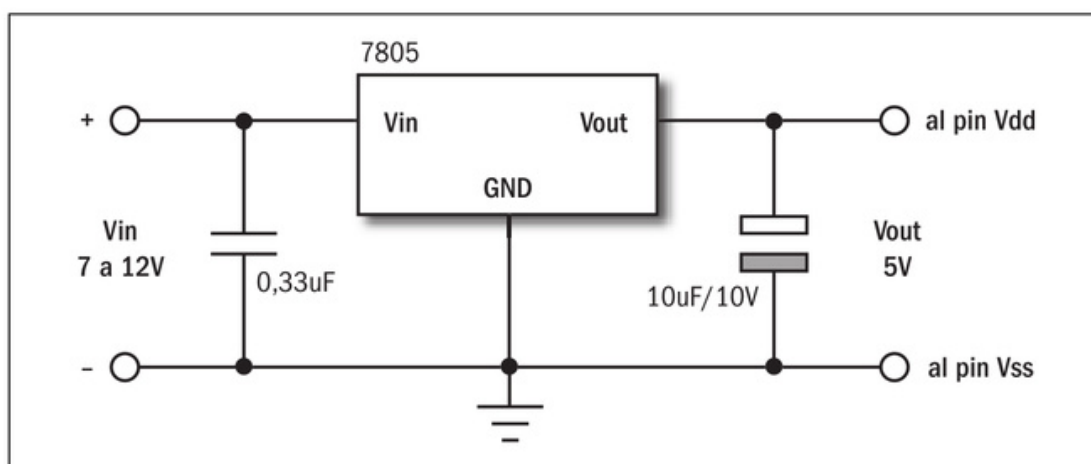

Figura 15. El LM7805 nos proporcionará una salida de 5 V regulados al colocarlo en una fuente no regulada.
- Si contamos con alguna fuente no regulada que entregue entre 7 y 12 V de potencia y al menos 1A a su salida, podemos agregar el regulador para obtener el voltaje de 5 V, como vemos en el diagrama de la **Figura 15**. No obstante ello, debemos tener en cuenta que tal vez sea necesario agregar un **disipador de calor** al regulador para evitar que se dañe por sobrecalentamiento (pero esto sólo si vamos a utilizar más de 500 mA de corriente).